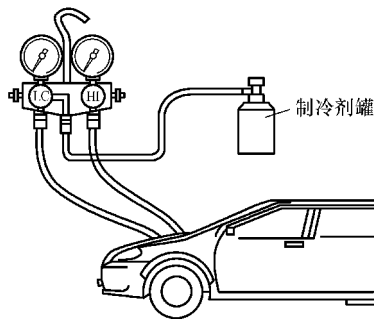

图 7-26 从低压端充注制冷剂
- 1) 如图 7-26 所示, 将歧管压力表分别与压缩机和制冷剂罐相连接好。